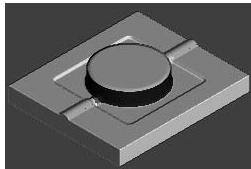

图 3-197 仿真加工结果
2) 在“仿真”工具栏的“当前刀具路径”下拉列表中选择要模拟的刀具路径 finish5，然后单击“执行”按钮，系统开始自动仿真加工，仿真加工结果如图 3-197 所示。